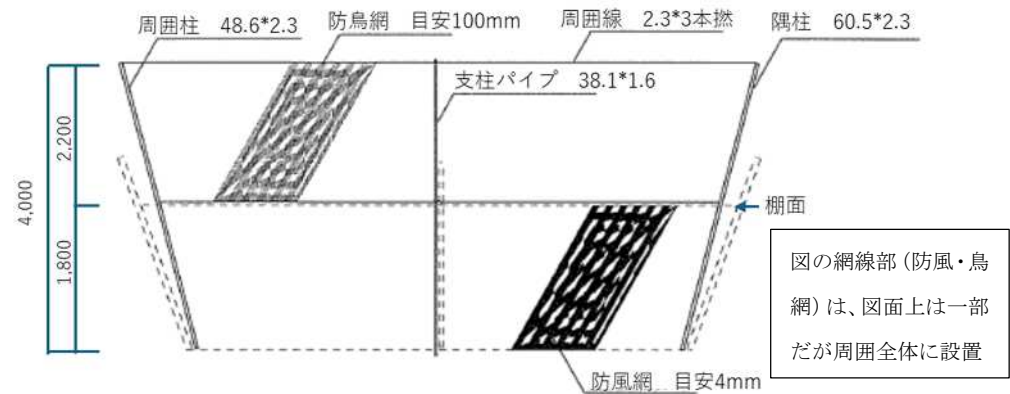

図5 B圃場防鳥網（横面）
- ・設置に際しては、図4のとおり周囲および園内に支柱を設置し、図5のとおり下面は果樹棚の棚面周囲に固定する仕様とする。
- なお、4面ともに棚面までの巻き上げが可能な仕様とする（図5）。
(3) C 圃場